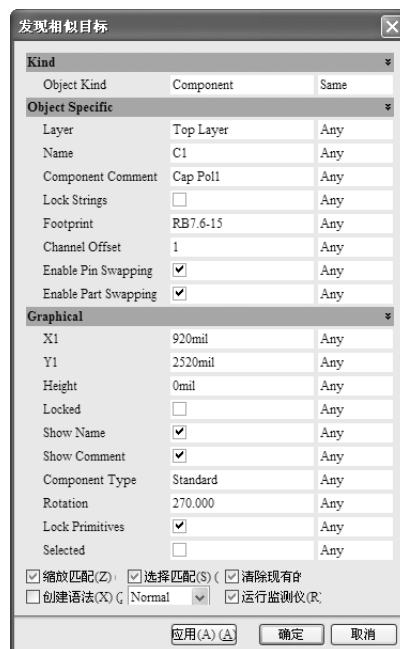

图 8-20 “发现相似目标”对话框
3) 选择菜单栏中的“编辑”→“查找相似对象”命令，此时光标变成十字形状，在 PCB 区域内单击选取一个电阻，弹出“发现相似目标”对话框，如图 8-20 所示。在“Objects Specitic”选项组的“Footprint”（轨迹）下拉列表中选择“Same”（相同）选项，单击“应用”按钮，再单击“确定”按钮，退出该对话框。此时所有电容均处于选中状态。